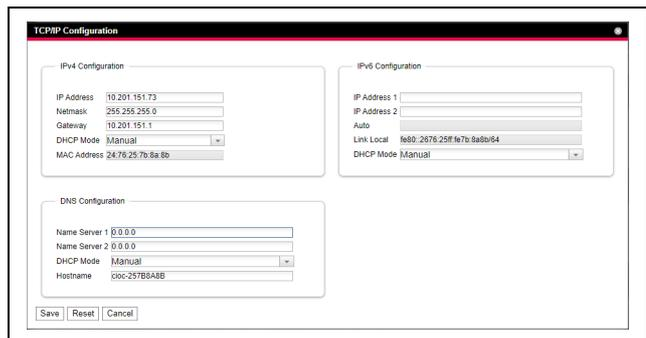

Abb. 24: Anpassen der TCP/IP-Einstellungen
- Ändern Sie im Fenster **TCP/IP Configuration** im Gruppenrahmen **IPv4 Configuration** die IP-Adresse des Geräts auf eine im Netzwerk erlaubte Adresse ab (Abb. 24).